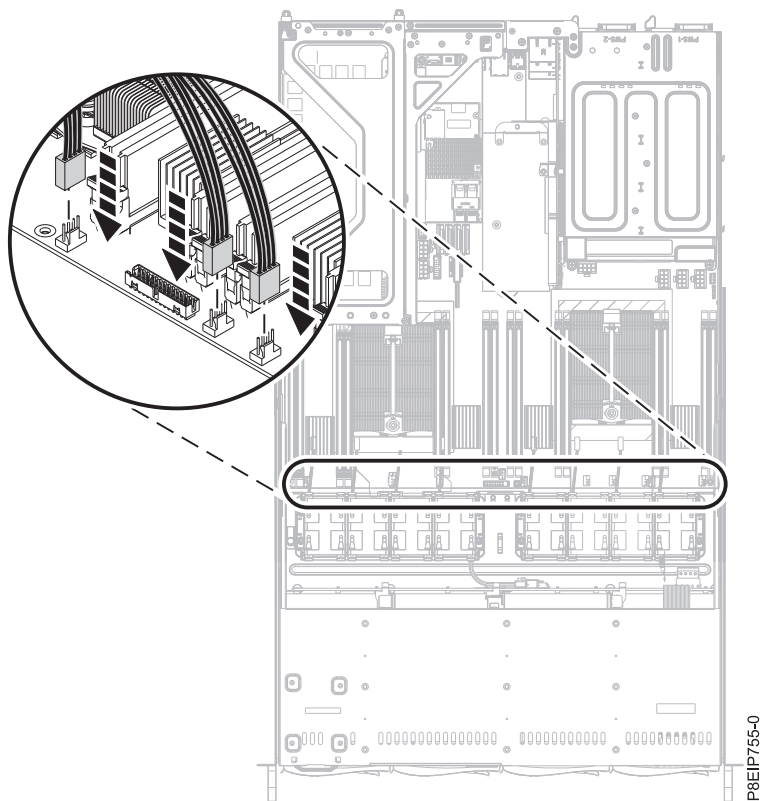

Figura 21. Sustitución del enchufe
- 4. Conecte el cable del ventilador a la placa posterior del sistema, como se muestra en la Figura 21 en la página 25.